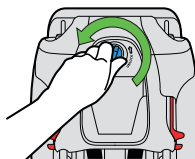

Figure 33
- Tournez le verrou du panneau d'accès vers la gauche et tirez pour l'enlever, tel qu'illustré dans la **Figure 33**.